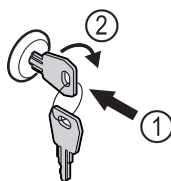

Fig. 46 Representación a modo de ejemplo
- Introducir la llave Fig. 46 (1).
- Girar la llave 90° en sentido horario Fig. 46 (2).